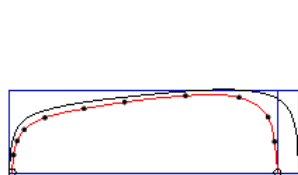
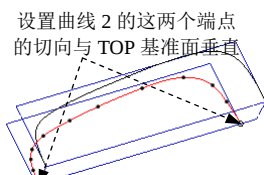
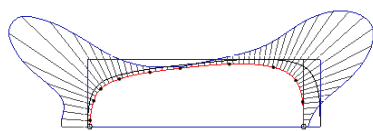

图 10.5.32 拖移其余自由点
图 10.5.33 法向约束
图 10.5.34 ISDX 曲线 2 的曲率图
③ 拖移 ISDX 曲线 2 的其余自由点，直至图 10.5.32 所示。
④ 设置 ISDX 曲线 2 两个端点处切线的方向和长度。
b) 选取 ISDX 曲线 2 的右端点，然后单击操控板中的 **相切** 按钮，在其界面中选择切向为 **法向**，并选取 TOP 基准面为法向参考平面（即该端点处的切线方向与 TOP 基准面垂直，如图 10.5.33 所示）；在 **长度** 文本框中输入切线的长度值 30.0，并按回车键。
⑤ 对照曲线的曲率图，编辑 ISDX 曲线 2。
b) 单击操控板中的 按钮（此时 按钮变为 ），暂时退出曲线编辑状态，然后单击 **样式** 功能选项卡中的 **分析** 区域中单击 按钮，再选取 ISDX 曲线 2，即可显示出图 10.5.34 所示的曲率图（可在 **比例** 文本框中输入比例值 30.00）；单击操控板中的 按钮，然后再次对 ISDX 曲线 2 上的几个自由点进行拖拉编辑。